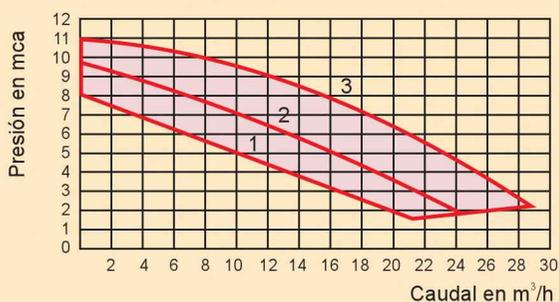

Figura 11.5. Curvas características del circulador
11.2. El circulador cuya curva característica aparece en la Figura 11.5. va a colocarse en una instalación que tiene un caudal de 12 m³/h y una presión de 6 mca. Averigua qué posición de velocidad tendremos que seleccionar en el circulador.